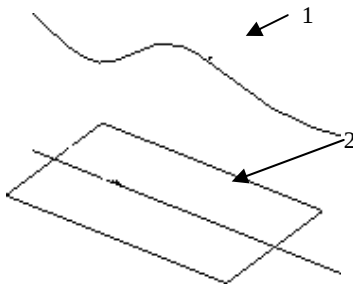

图 4-91 投影曲线到平面
- 投影到平面: 是指将所选的图素投影到指定的平面上, 如图 4-91 所示, 1 为投影曲线, 2 为通过投影所生成的直线。